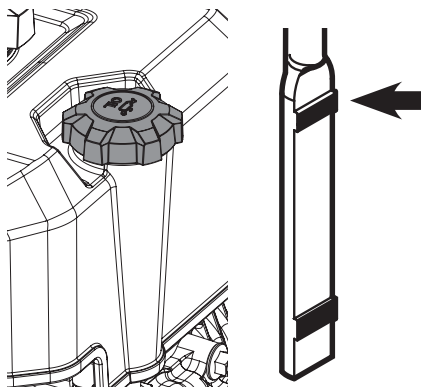

Рис. 18. Проверка уровня масла по щупу верхней маслосазливной горловины
2. Поверните крышку-щуп верхней маслосазливной горловины на 90 градусов против часовой стрелки (смотреть сверху), извлеките щуп и протрите его насухо (Рис. 18).
5. Аккуратно вытащите щуп и осмотрите его. Уровень масла должен соответствовать верхней отметке на щупе (Рис. 18).